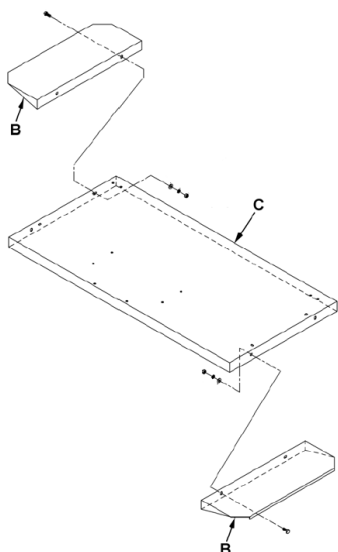

Fig 1
Montieren Sie die Verbreiterungen (B, Fig 1) mit Sechskantschrauben, Scheiben und Muttern an der Bodenplatte (C).